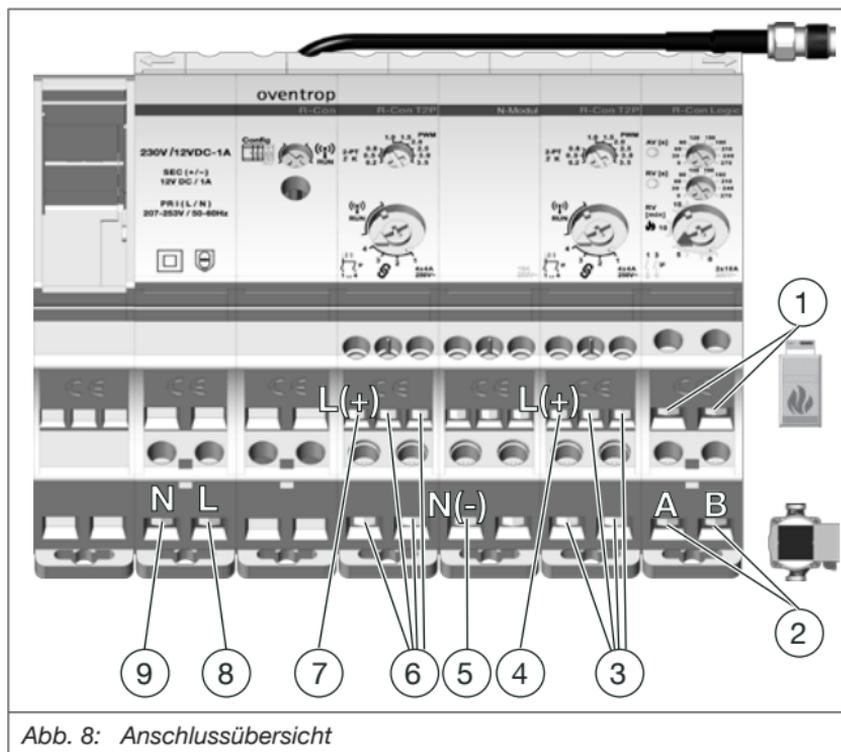

Abb. 8: Anschlussübersicht
2. Schließen Sie die Brenner-Signalleitung an das Logik-Modul zur Pumpen und Brenneransteuerung an (siehe Position (1) in Abb. 8 auf Seite 18).
2. Verbinden Sie den L-Leiter des 230-Volt-Netzes mit der Schraubklemme **A** des Logik-Moduls (Position (2) in Abb. 8 auf Seite 18).
3. Verbinden Sie den L-Eingang der Pumpe mit der Schraubklemme **B** des Funkempfängers (Position (2) in Abb. 8 auf Seite 18).
- ▶ Verbinden Sie den Anschluss T 2P-1 L(+) (Position (7) in Abb. 8 auf Seite 18) mit dem Anschluss T 2P-2 L(+) (Position (4)).
- ▶ Verbinden Sie den Anschluss R-Con N (Position (9) in Abb. 8 auf Seite 18) mit dem Anschluss N-Modul N (Position (5)).
- ▶ Verbinden Sie den Anschluss R-Con L (Position (9)) mit dem Anschluss T 2P-1 L (+) (Position (7)).
- ▶ Verbinden Sie den Anschluss T 2P-1 L(+) (Position (7)) mit dem Anschluss T 2P-2 L(+) (Position (4)).
1. Schließen Sie je Stellantrieb zunächst jeweils die braune Ader des zweiadrigen Kabels an eine Schraubklemme eines T 2P-Regelmoduls (Position (3) bzw. (6) in Abb. 8 auf Seite 18) an.
1. Verbinden Sie den L- und N-Leiter des 230-Volt-Anschlusses mit den beiden entsprechend gekennzeichneten Schraubklemmen des Funkmoduls (Positionen (8) und (9) in Abb. 8 auf Seite 18).
2. Verbinden Sie den Minus-Pol (Netzteil) oder den 0V-Anschluss (Trafo) mit dem N-Modul N(-) (Position (5) in Abb. 8 auf Seite 18).
3. Verbinden Sie den Plus-Pol (Netzteil) oder des 24 V-Anschlusses (Trafo) mit der Schraubklemme L(+) eines T 2P-Regelmoduls (Position (4) bzw. (7) in Abb. 8 auf Seite 18).